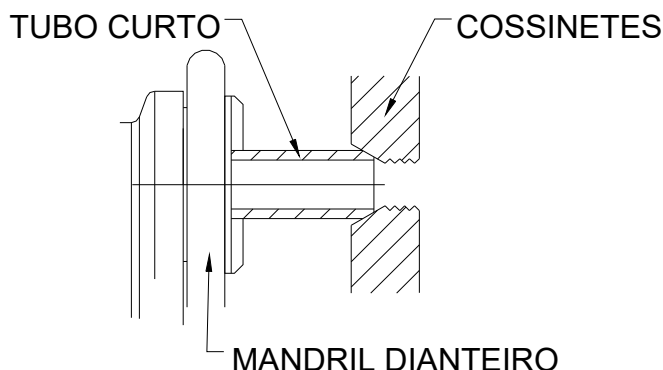

FIG 2
- (1) Abra ambos os mandris e coloque o tubo pelo mandril traseiro.
- (2) Feche o mandril traseiro apertando as castanhas contra o tubo, feche o mandril dianteiro com um golpe com as mãos na roda, traga contra você, para travar o tubo.
- (3) Um repentino movimento na direção oposta irá liberar o tubo depois do corte realizado.
- (4) Utilizando tubos curtos, que não alcançam o mandril traseiro, com o mandril dianteiro ligeiramente solto, coloque o tubo curto e aperte usando a borda da frente dos cossinetes. Isto irá ajudar a manter o tubo no centro enquanto o mandril dianteiro é apertado (FIG 2).